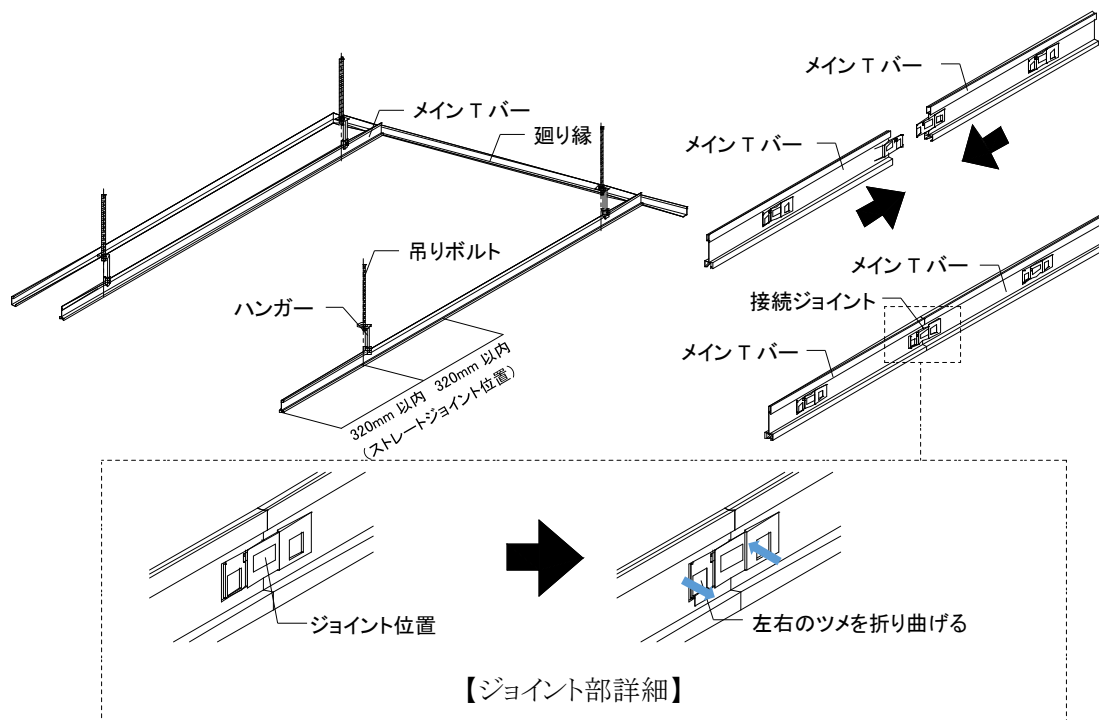

図2-4-2 Tバーの取付け②(メインTバー設置)
③メインTバーのストレートジョイントは、ハンガー芯から 320 mm以内に設置し、ストレートジョイント設置時は以下の点に留意すること。(図 2-4-2 参照)